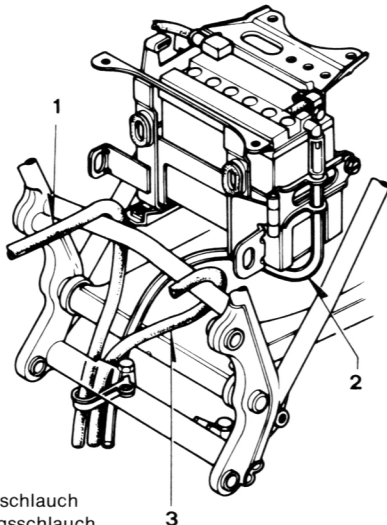

Bild 200
- Den Entlüftungsschlauch gemäss Warnschild auf der Batterie verlegen (siehe auch Bild 200).